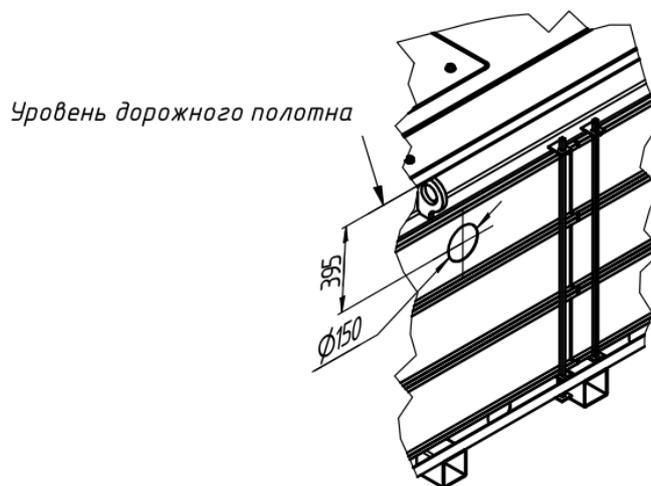

Рисунок 5
1.2.9. Проложить короб (например гильза из трубы ПНД Ду160) для подвода РВД и эл.кабелей в блокиратор. Отверстие  $\varnothing 150$  мм для ввода РВД и эл.кабелей расположено на задней части блокиратора. Центр отверстия после установки блокиратора располагается на отметке 395 мм ниже уровня дорожного полотна (рис.5)